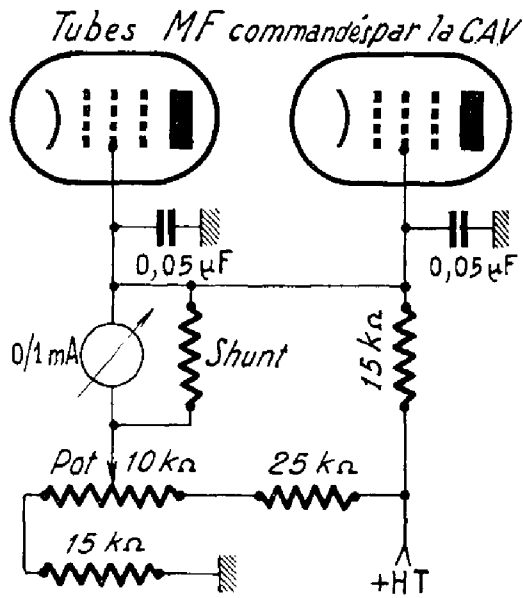

Fig. IV-49
a) l'appareil est commandé par la variation de tension d'écran des tubes contrôlés par l'antifading (fig. IV-49) ;